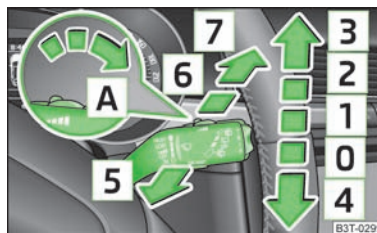

Fig. 49
- Când ștergătoarele funcționează încet [2] » fig. 49 sau rapid [3] și viteza de deplasare a autovehiculului se reduce sub 4 km/h, se va comuta automat pe o treaptă imediat inferioară de ștergere. La creșterea vitezei peste 8 km/h se va relua ștergerea existentă anterior.
- ▶ Dacă doriți să ștergeți parbrizul scurt, apăsați maneta în poziția asistată de arc [4] » fig. 49. Dacă maneta este ținută în poziția de jos pentru mai mult de 1 secundă, ștergătorul șterge mai rapid.
Când maneta ștergătoarelor de parbriz se află în poziția [2] » fig. 49, respectiv [3], la o viteză mai mare de 5 km/h, se va realiza o ștergere a lunetei, la fiecare 30 secunde, respectiv 10 secunde.
- Apăsăți de cinci ori succesiv în interval de 5 secunde, maneta de operare în poziția [6] » fig. 49.
Pentru spălarea farurilor, după fiecare prima și a cincea spălare a parbrizului se vor spăla și farurile; pentru aceasta farurile trebuie să fie aprinse și maneta de acționare a ștergătoarelor de parbriz trebuie să fie menținută cca. 1 secundă în poziția  » fig. 49.
- › Apăsăți apoi în interval de 10 secunde maneta ștergătoarelor în poziția  » fig. 49 - brațele ștergătoarelor adoptă poziția de service.